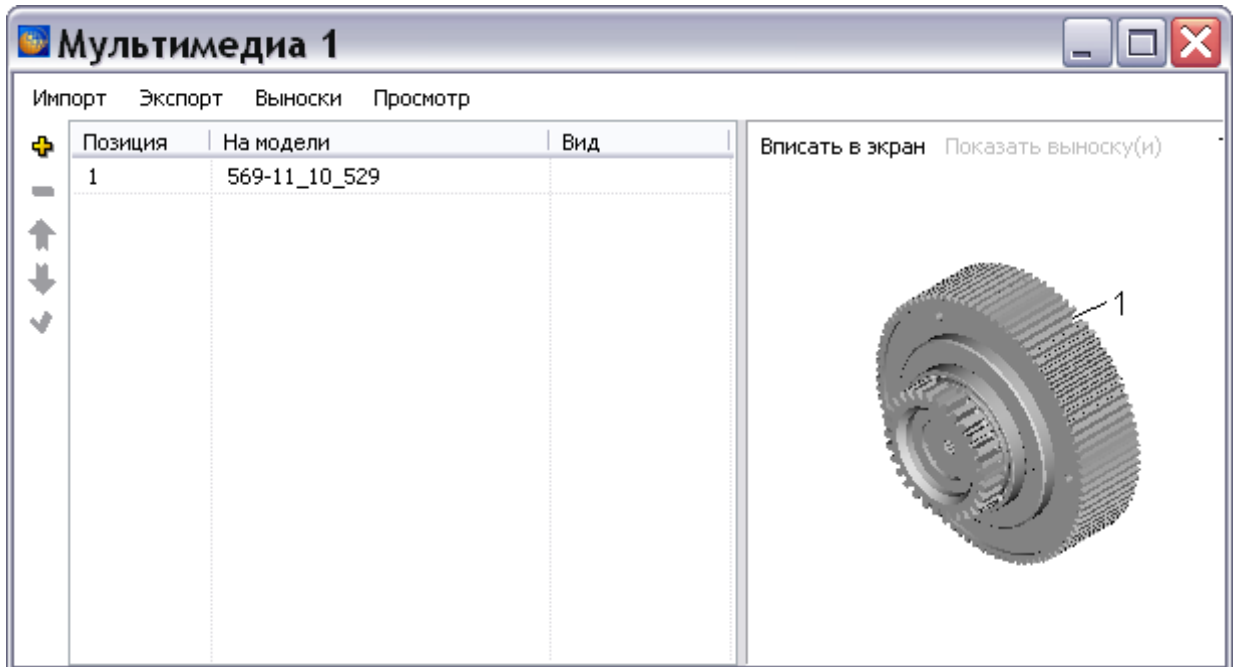

Рисунок 598
5) Импортируйте модель из файла формата xv2 (рисунок 598).